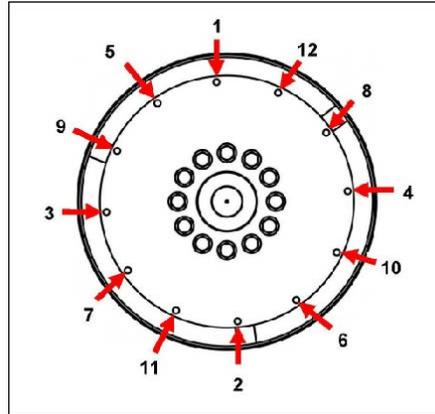

图 22. 固定顺序
10. 拆下校准销。使用头下方的大尺寸垫圈，安装耦合螺栓。按照所示顺序拧紧螺栓以将耦合盘固定到飞轮上。图 22 在第 xx 页 37。